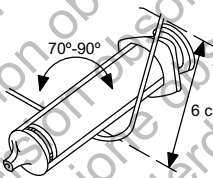

Abbildung 1. Biegen Sie den Mandrin
2. Wählen Sie einen Mandrin nach der Funktion und der bevorzugten Festigkeit. Falls gewünscht, können Sie den Mandrin mit einem sterilen Instrument mit glatter Oberfläche (z. B. einem 10-ml- oder 12-ml-Spritzenkolben) vorsichtig formen (Abbildung 1. Biegen Sie den Mandrin auf Seite 14).